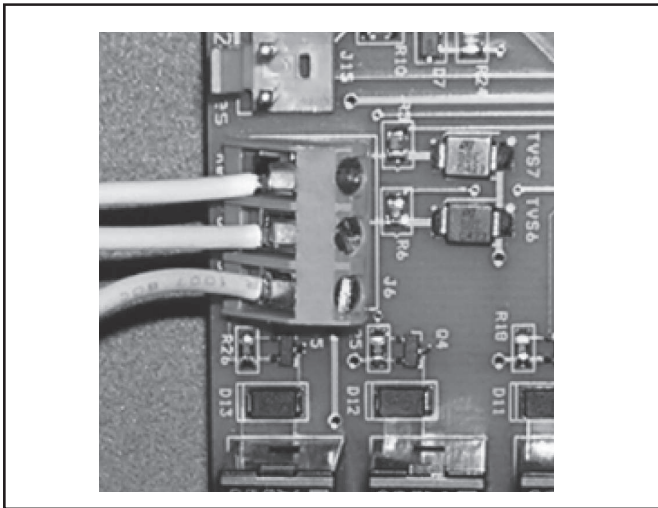

Figura 10a. Conexión a un remoto con piscina-apagado-hidromasaje (conexión de 3 cables)
- Conecte el cableado del sistema de control de la piscina/del hidromasaje al terminal del control remoto de la bomba de calor (consulte la Figura 10a).